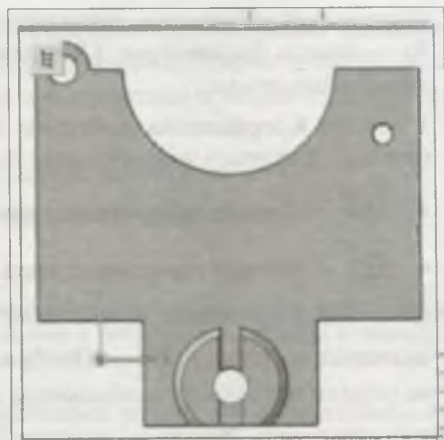

Рис. 24.2. Окно модели
- ◆ окно **Файл-источник**. В нем отображается путь создания данного файла. Обратите внимание на кнопку  — **Отображение окна модели**. После нажатия на нее в окне модели появляется изображение модели в отдельном окне (рис. 24.2);